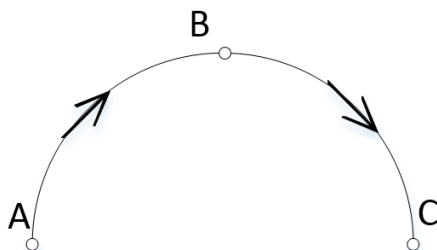

图 8.2 三点圆弧插补
- 1) Circle\_Mode=0, 表示三点圆弧模式, 如图 8.2 所示。
在使用三点圆弧模式时, 需要在圆弧轨迹上确定 3 个不重合的点, 如图 8.2 中的 A、B、C 三点。在指令中, A 代表圆弧插补轴 0 和 1 的当前位置, 不需要设置; B 代表圆弧经过的点, 需要设置为参数 AuxPos; C 代表圆弧的终点位置, 需要设置为参数 Endpos。